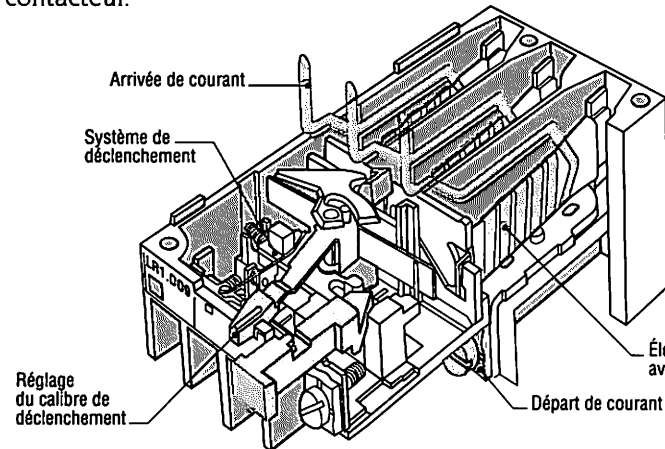

Fig. 11 : Vue éclatée d'un relais thermique (Télemécanique).
**4.2. Constitution (fig. 11)**